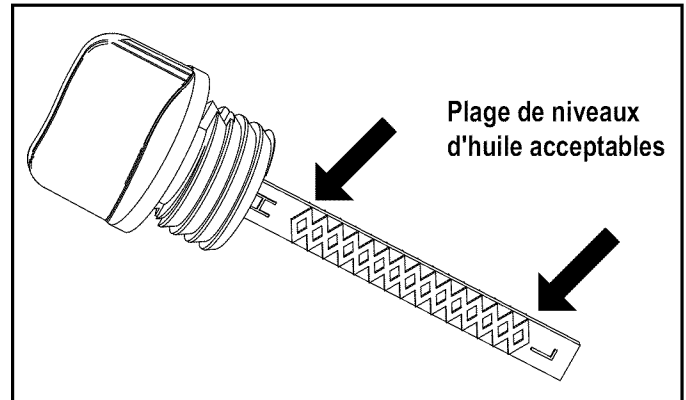

Figure 6-6. Jauge
5. Si le niveau est bas, ajoutez de l'huile jusqu'à ce que le niveau se situe entre les marques « L » et « H » sur la jauge (Figure 6-6).
4. Enlevez le bouchon de l'orifice de remplissage d'huile (Figure 6-6).